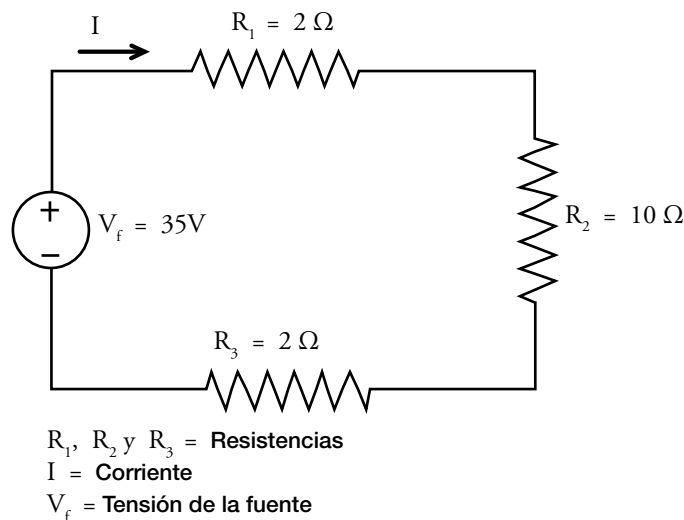

Figura 2.9. Circuito con resistencias en serie.
Se le llama *circuito en serie* a un circuito como el de la figura 2.9, en el cual la corriente que pasa por todas las resistencias es la misma, debido a la Primera Ley de Kirchoff. En esta figura las resistencias  $R_1$  y  $R_3$  pueden representar a los cables que conectan una carga –por ejemplo un foco– y la carga sería la resistencia  $R_2$ . A continuación, vamos a calcular la corriente y las tensiones de cada una de las resistencias de la figura 2.9:
a) Circuito de la figura 2.9: